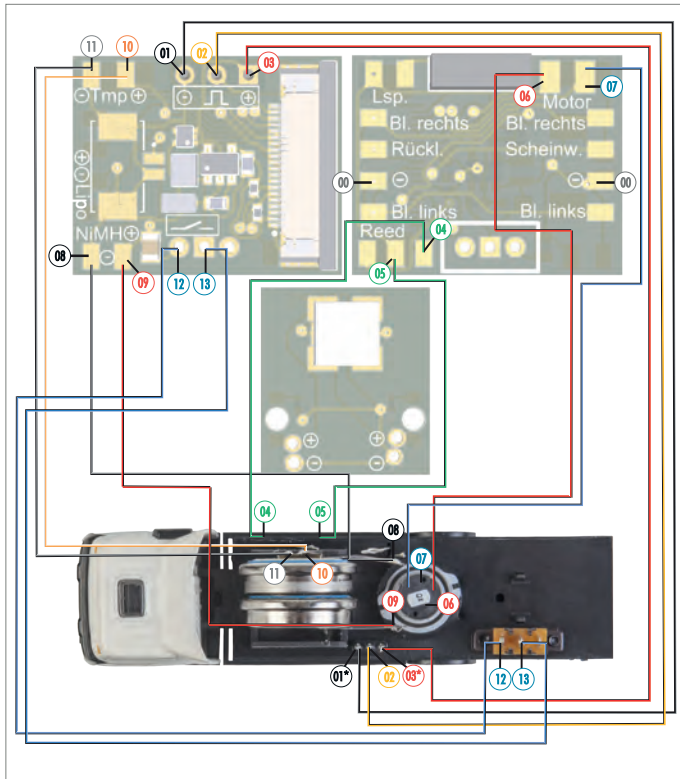

Abb. 39: Anschlussschema, Typ LKW-Modell
**\*HINWEIS:** Beachten Sie den zuvor von Ihnen definierten und markierten "+" (Plus)-Pol der Ladebuchse und verbinden Sie diesen mit dem Anschluss "03" der Umrüstplatine. Im Anschlussschema Abb. 39 sind "01" und "03" fahrzeugeitig lediglich Beispielbelegungen. S.a. Kap. "Fahrzeug umrüsten".